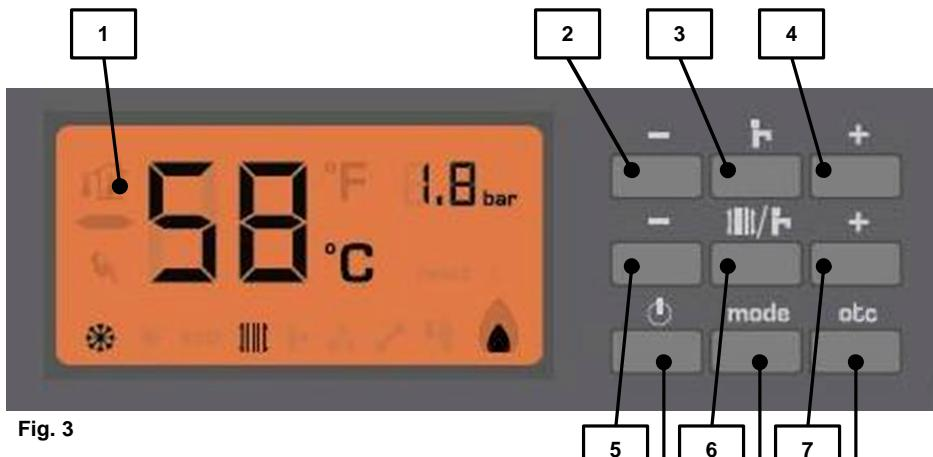

Fig. 3
Tramite i pulsanti "modalità estate" e "modalità inverno" (vedere pulsanti 3 e 6 di Fig. 3), è
Il pulsante **ON/OFF/RESET** (pulsante 8 di fig. 3) deve essere premuto per 1-2 secondi per accendere l'apparecchio.
- pulsante 3 (vedere fig. 3) per la modalità estate (solo sanitario)
- pulsante 6 (vedere fig. 3) per la modalità inverno (sanitario e riscaldamento)